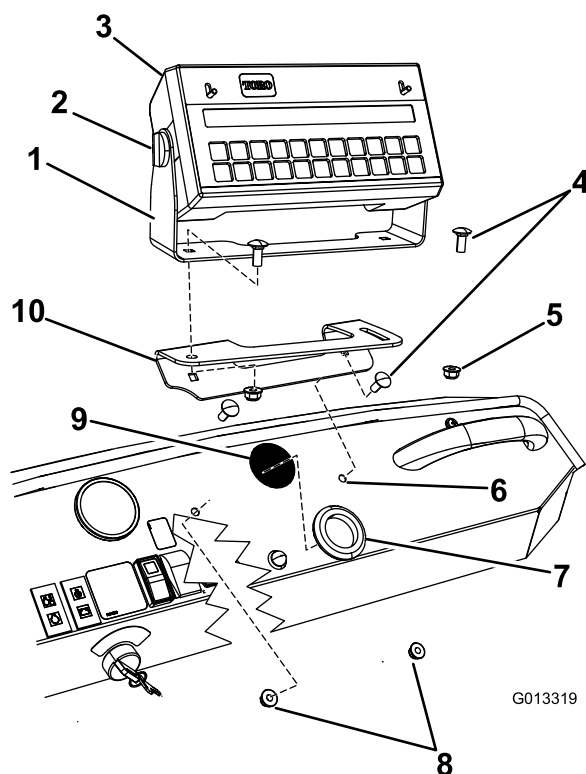

图2
1. 从散装零件中找到带曲线槽的安装架。如图2所示，用两个托架螺栓 (5/16 x 3/4 英寸) 和两个锁紧螺母 (5/16 英寸) 将支架固定到仪表板上。
- 借助两个手动旋钮（图2）将电脑控制台装配到转动支架上。
- 将控制台电脑组件放到安装架上。用两个托架螺栓（5/16 x 3/4 英寸）和两个锁紧螺母（5/16 英寸）将转动支架固定到已安装的支架上，如图2 中所示。此时，用手指拧紧紧固件。